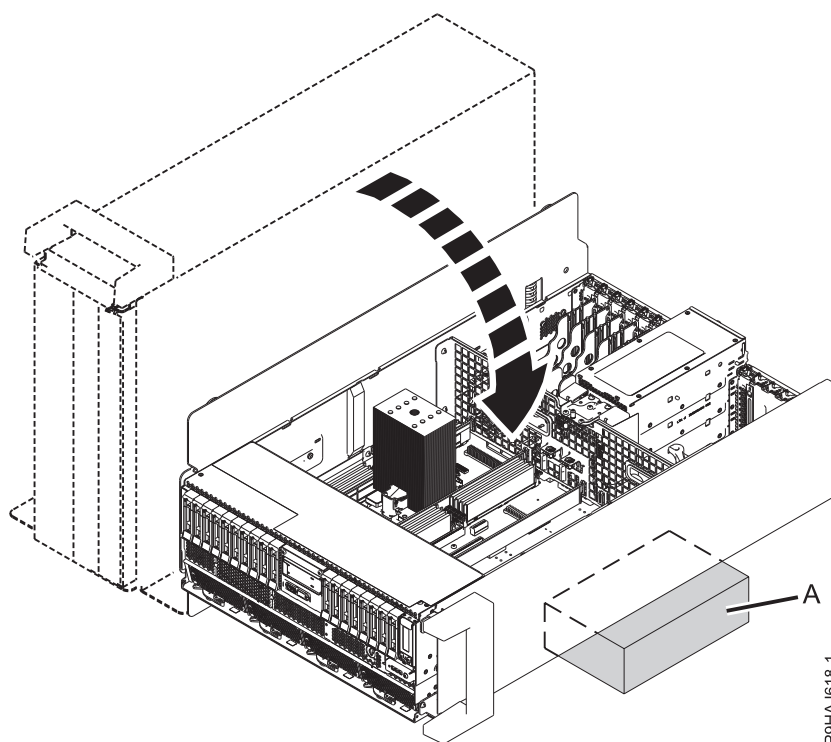

Figura 69. Inclinación del sistema autónomo a una posición horizontal
- d. Incline con cuidado el sistema autónomo desde su posición vertical hasta la posición horizontal. Coloque el sistema con el área de servicio abierta boca arriba y con el soporte de unos 3 cm (1,5 ") (A) a lo largo del borde superior, tal como se muestra en la Figura 69. El soporte (A) se utiliza para impedir que el asa de plástico se dañe.